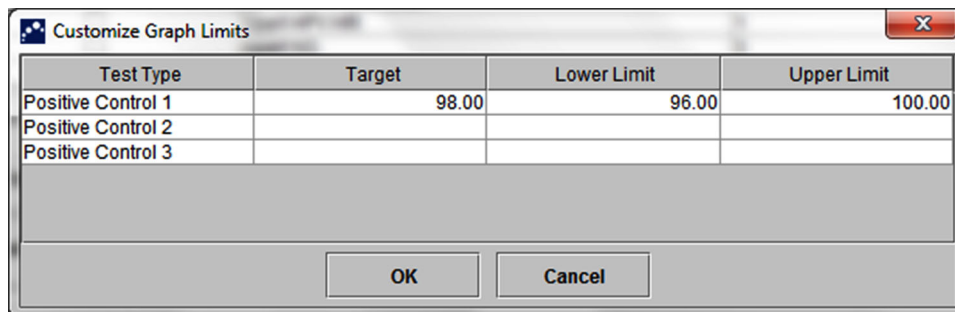

Figura 6-5. Caseta de dialog Personalizare limite grafic
- Butonul **Personalizare limite grafic (Customize Graph Limits)** - Selectați limitele de date care vor fi utilizate pentru reprezentarea grafică a datelor. Apăsați butonul **Personalizare limite grafic (Customize Graph Limits)**. Se afișează caseta de dialog **Personalizare limite grafic (Customize Graph Limits)**. Consultați Figura 6-5.